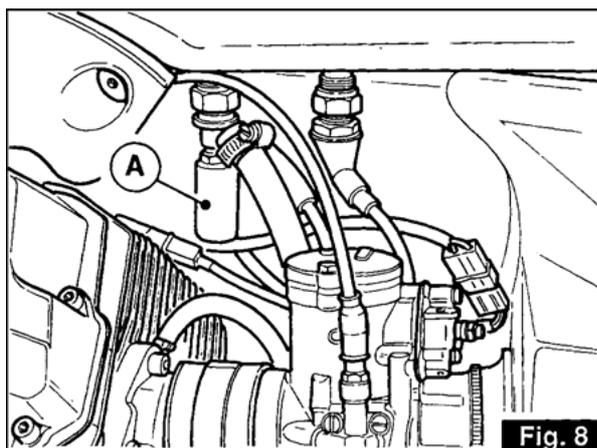

Fig. 8
3.12 ÉLECTROVANNES CARBURANT (fig.8)